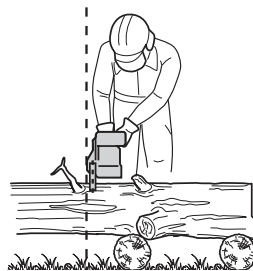

Fig. 20
- > Vous devez impérativement être dans une position sûre lorsque vous utilisez l'appareil. Tenez l'appareil du côté droit du corps (Fig. 20).